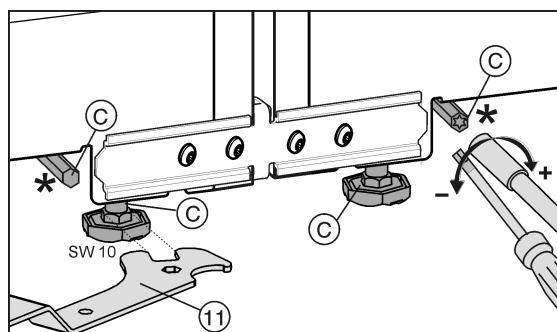

Fig. 26
Les pieds de réglage avant peuvent être réajustés avec la clé à fourche Fig. 26 (11) fournie; les pieds de réglage arrières avec un embout 1/4".